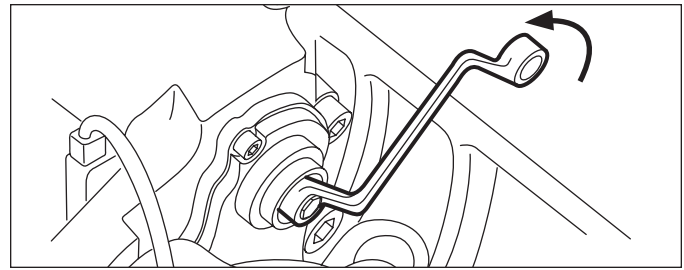

Figura 20 – Retroceso (aumento) del espacio de marcha.
4.2.2 Usando una llave de estrella acodada de seis puntas de 10 mm, gire el adaptador de cizalla (61) **en sentido contrario a las agujas del reloj** y escuche el sonido de 3 clics cuando el mecanismo retrocede (aumenta) el espacio de marcha. Nota: No utilice una llave de extremo abierto, ya que esto puede dañar el adaptador. Consulte la figura 20.